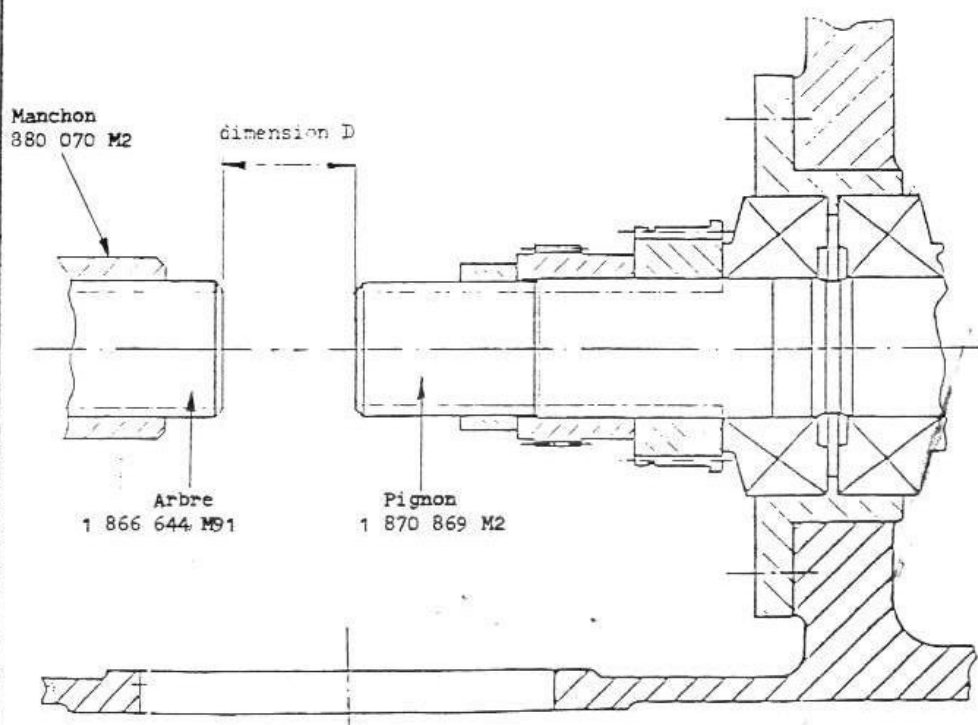

Fig.4
- Disposer les cales (1893865 M1) dont l'épaisseur a été déterminée auparavant (voir fig. 4 - page 5).